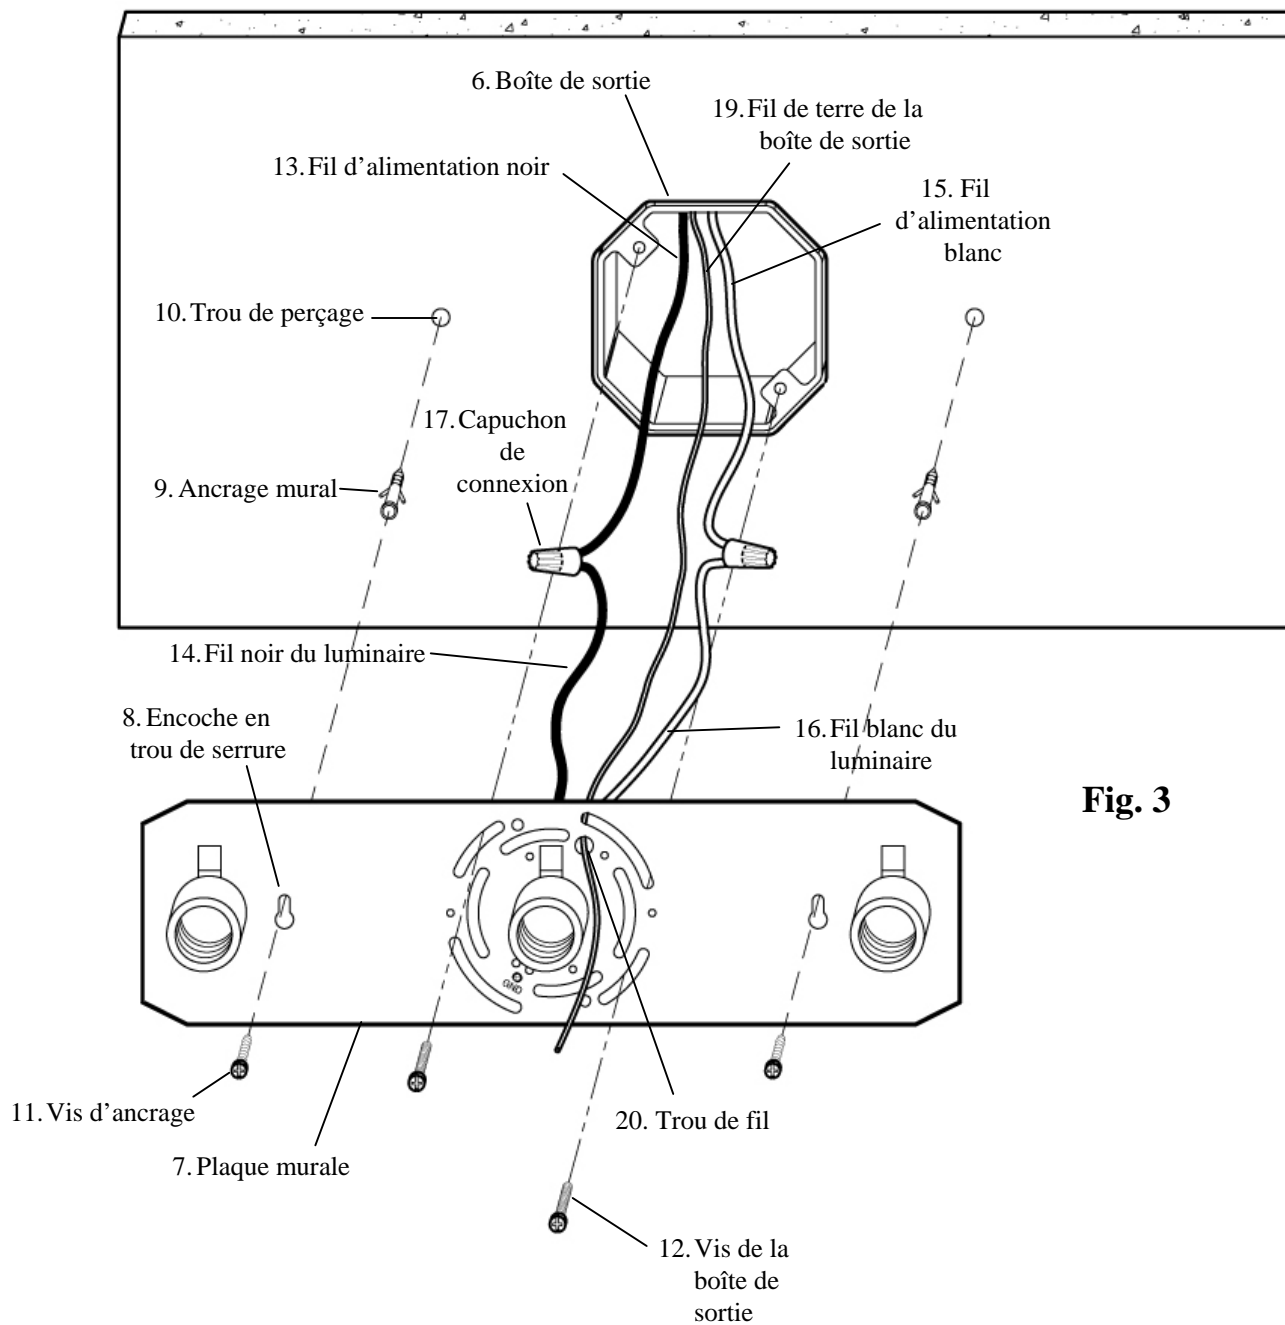

Fig. 3
1. Placez la plaque murale (n° 7) sur la boîte de sortie (n° 6), en alignant les fentes de montage de la plaque murale (n° 7) avec les trous de montage de la boîte de sortie (n° 6), tel qu'illustré. Utilisez un niveau pour vous assurer que la plaque murale (n° 7) est bien droite. (Fig. 3)
2. Marquez l'emplacement des encoches en trou de serrure (n° 8) de la plaque murale (n° 7) sur le mur. Retirez la plaque murale (n° 7). (Fig. 3)
3. Percez un trou de 0,64 cm à l'emplacement correspondant à l'extrémité la plus étroite de chaque encoche en trou de serrure (n° 8) que vous avez marqué sur le mur. À l'aide d'un marteau, enfoncez doucement un ancrage mural (n° 9) dans chacun des trous (n° 10) percés. (Fig. 3)
4. Raccordez le fil d'alimentation noir (n° 13) au fil noir du luminaire (n° 14) et le fil d'alimentation blanc (n° 15) au fil blanc du luminaire (n° 16) à l'aide des capuchons de connexion (n° 17). (Fig. 3) Enroulez soigneusement les connexions électriques avec du ruban isolant pour plus de sécurité. *À noter : si vous avez des questions concernant l'installation électrique, consultez le code de l'électricité de votre province pour connaître les méthodes de mise à la terre autorisées.*
5. Pass pour l'approvisionnement en le fil de terre de la boîte de sortie (n° 19) à travers le trou de fil (n° 20) de la plaque murale (n° 7). (Fig. 3)
6. Remettez la plaque murale (n° 7) en place sur la boîte de sortie (n° 6), en alignant soigneusement l'extrémité la plus étroite des encoches en trou de serrure (n° 8) avec les ancrages muraux (n° 9). Faites passer les vis d'ancrage (n° 11) dans les encoches en trou de serrure (n° 8) et vissez-les dans les ancrages muraux (n° 6) jusqu'à ce que la plaque murale (n° 7) soit fixée solidement contre le mur. Ensuite, faites passer les vis de la boîte de sortie (n° 12) dans les fentes de montage de la plaque murale (n° 7) et vissez-les dans les trous de montage de la boîte de sortie (n° 6), tel qu'illustré. Tirez les fils d'alimentation hors de la boîte de sortie (n° 6) et faites-les passer au travers du trou situé au centre de la plaque murale (n° 7). (Fig. 3)